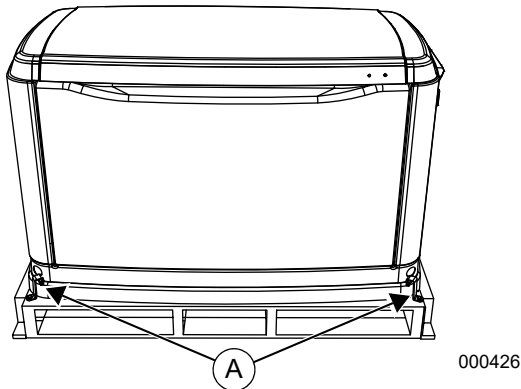

Figura 2-3. Localizações do suporte de paletes
4. Consulte **Figura 2-3**. Remova os parafusos e suportes de paletes (A). Tenha cuidado ao remover o gerador. Arrastá-lo do palete danificará a base. A unidade deve ser levantada do palete de madeira para removê-la.